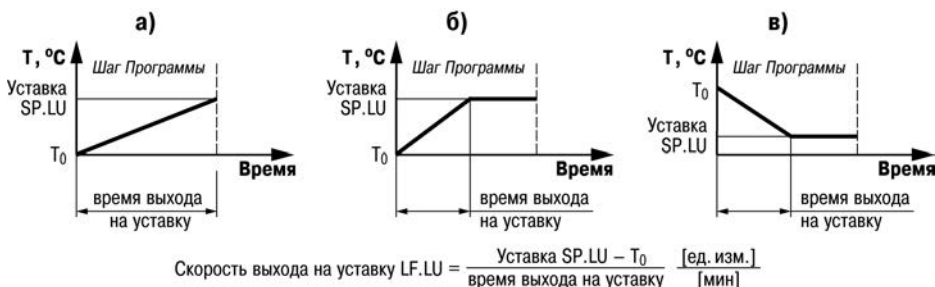

Рисунок 3.10 – Задание скорости выхода на Уставку
- в течение всего Шага (см. рисунок 3.10, а);